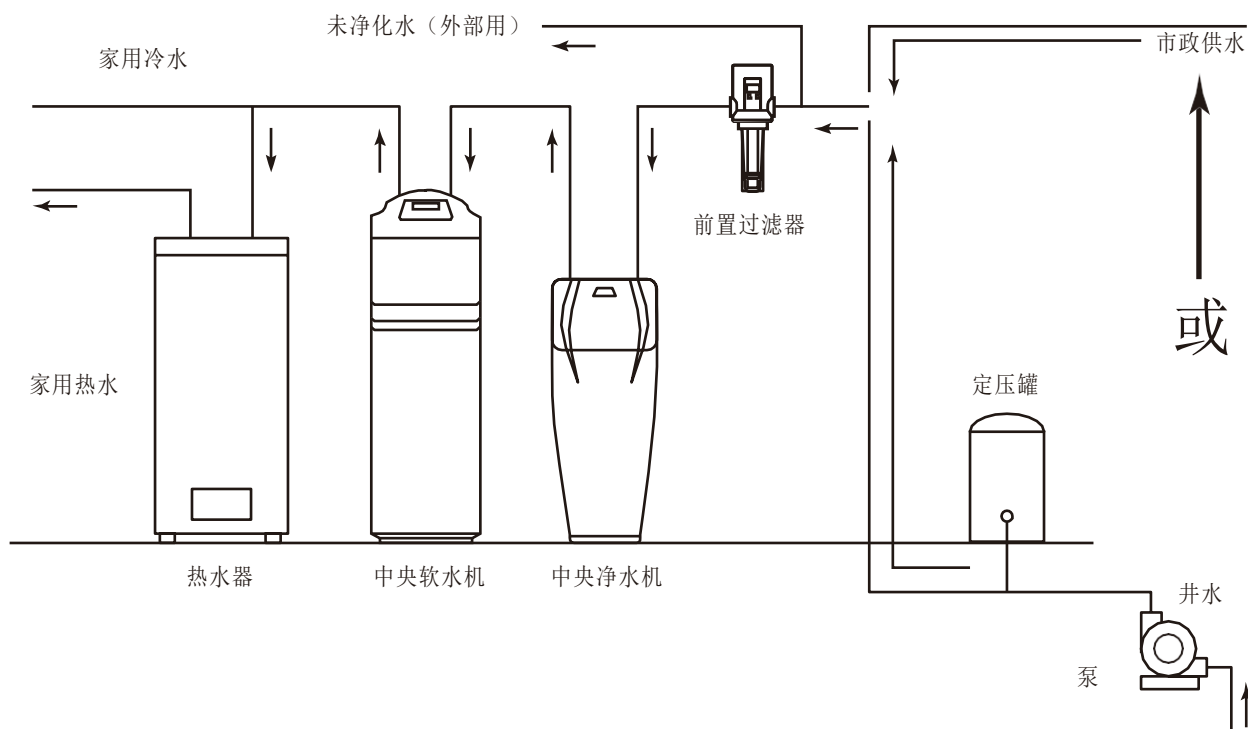

图3
- 2.如果需要安装其它水处理设备，可参考图3所示确定安装位置。